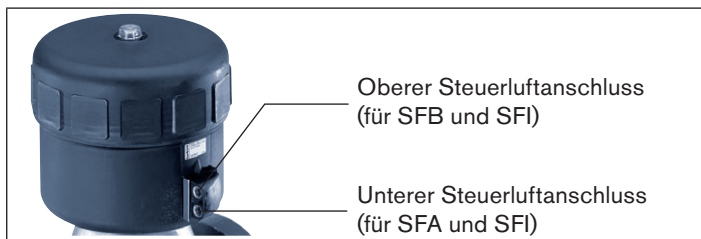

Bild 7: Steuerluftanschluss
- Unteren Steuerluftanschluss mit Druckluft (Wert siehe Typschild) beaufschlagen (siehe „Bild 7: Steuerluftanschluss“). Dies ist erforderlich, damit sich die Membran vom Gehäuse löst und nicht beschädigt wird.
- Unteren Steuerluftanschluss mit Druckluft (Wert siehe Typschild) beaufschlagen (siehe „Bild 7: Steuerluftanschluss“).
- Oberen Steuerluftanschluss mit Druckluft (Wert siehe Typschild) beaufschlagen (siehe nachfolgendes „Bild 7: Steuerluftanschluss“).
- Steuermedium an oberen und unteren Anschluss anschließen (siehe „Bild 7: Steuerluftanschluss“).